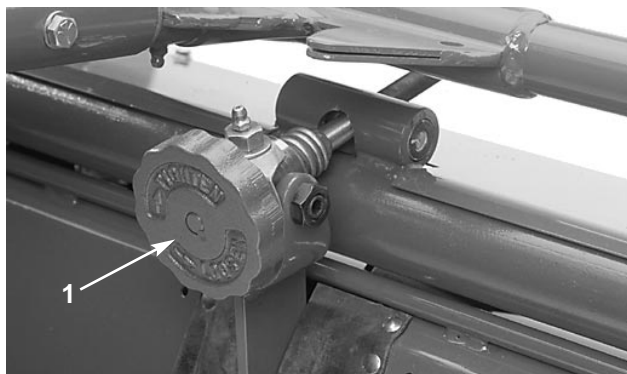
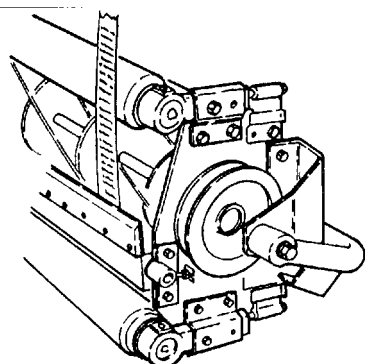

Bild 45
Bild 46
PARALLELSTELLEN DES UNTERMESSERS ZUR SPINDEL (Bild 45 – 46)
1. Den Spindelkontakt lösen, indem das Untermessereinstellrad entgegen dem Uhrzeigersinn gedreht wird (Bild 45). Das Schneidwerk kippen, um Zugang zur Spindel und dem Untermesser zu erhalten (Bild 46).
4. Die zwei Schloßschrauben an der Untermessereinstellung (Bild 46) lockern.